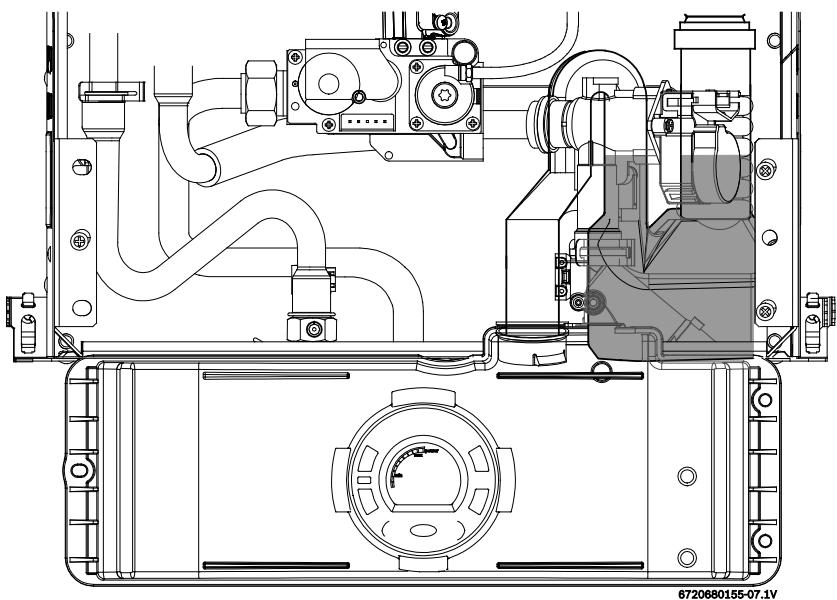

Fig. 77
- ▶ Demonteer de schakelkast en hang ze in de openingen aan de onderkant van de hermetisch gesloten kast (zie fig. 77).
- ▶ Controleer het waterpeil in de sifon (zie fig. 77).
- ▶ Démonter le boîtier électronique et accrochez-le dans le trou du partie inférieure du caisson étanche (voir fig. 77).
- ▶ Vérifier le niveau d'eau dans le siphon (voir fig. 77).